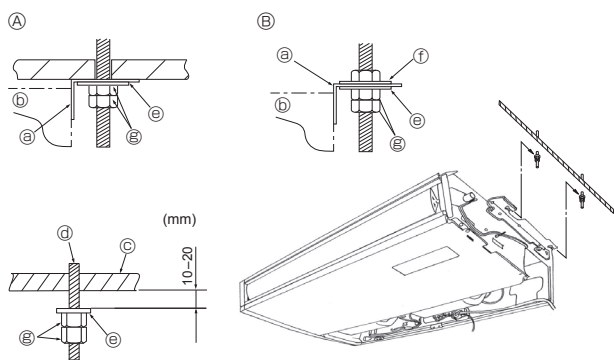

Fig. 3-5
3.3. Montaż jednostki wewnętrznej (Fig. 3-5)